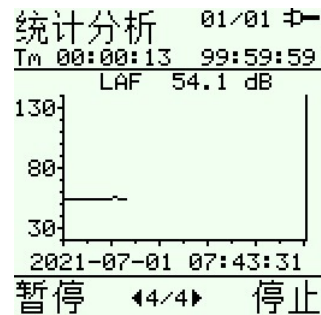

图 12 统计分析界面
- b) 选中“模式”项，按“确定”键（功能键 1）进入测量模式，选择“统计分析”，按“确定”键进入统计分析测量界面，见图 12。
- d) 按“启动”键启动测量，在测量的过程中，按“上/下箭头”键查看  $L_{AeqT}$ 、 $L_{AF}$ 、 $L_{Aeq1s}$ 、 $L_{AFmax}$ 、 $L_{AFmin}$ 、 $L_{AE}$ 、 $SD$ 、 $L_N$  和  $T_m$  等测量值，见图 12。
- f) 积分时间到自动停止测量或手动中止测量，声级计进入测量结果显示界面，见图 12，此时可查看测量结果，也可打印测量结果。